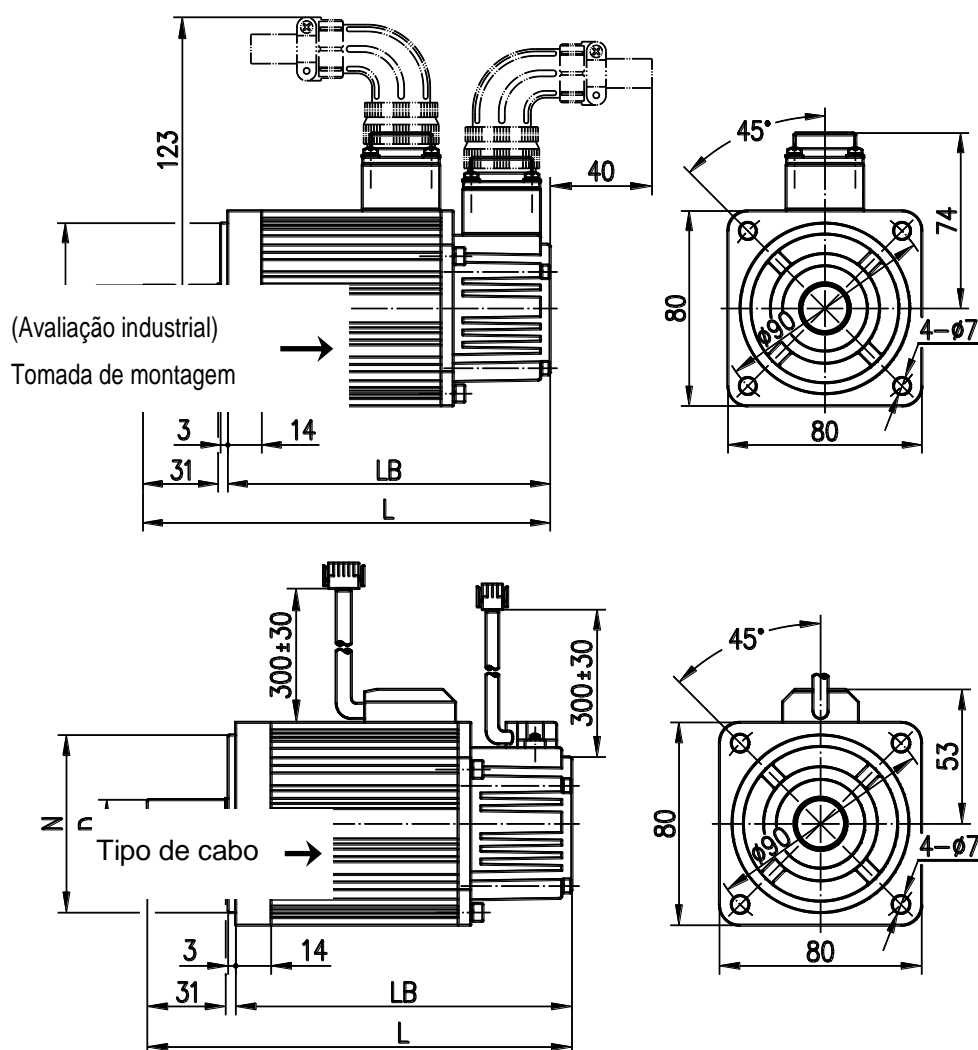

Figura 2-1
- Para as dimensões externas e instalação do motor série 80SJT, veja a figura 2-1, Tabela 2-1.